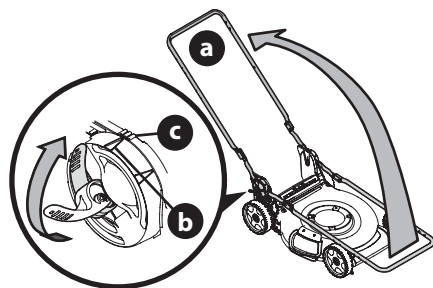

Figura 13
5. Mientras estabiliza la cortadora de césped para que no se mueva, levante la manija superior (a) (Figura 13). No prensa los cables del control de la transmisión o de la cuchilla mientras levanta la manija.
6. Cuando levante la manija superior, asegúrese de que el indicador de posición (b) esté alineado con una de las tres posiciones de la manija (c). Vea el recuadro de la Figura 13.
7. Trabe las dos palancas de liberación de manija. Vea el recuadro de la Figura 13.